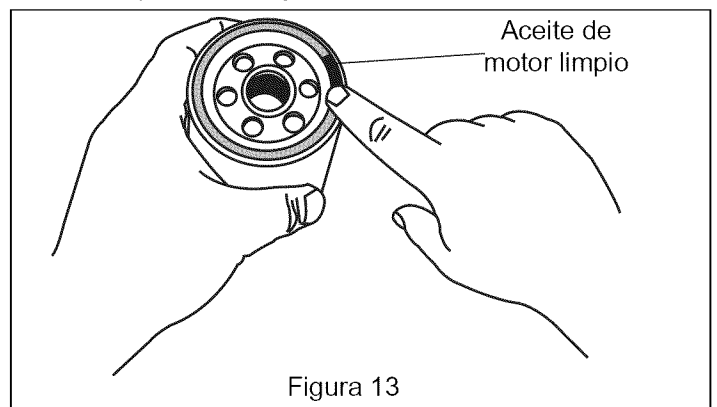

Figura 13
4. Aplique una capa de aceite de motor limpio a la junta del nuevo filtro, consulte figura 13.